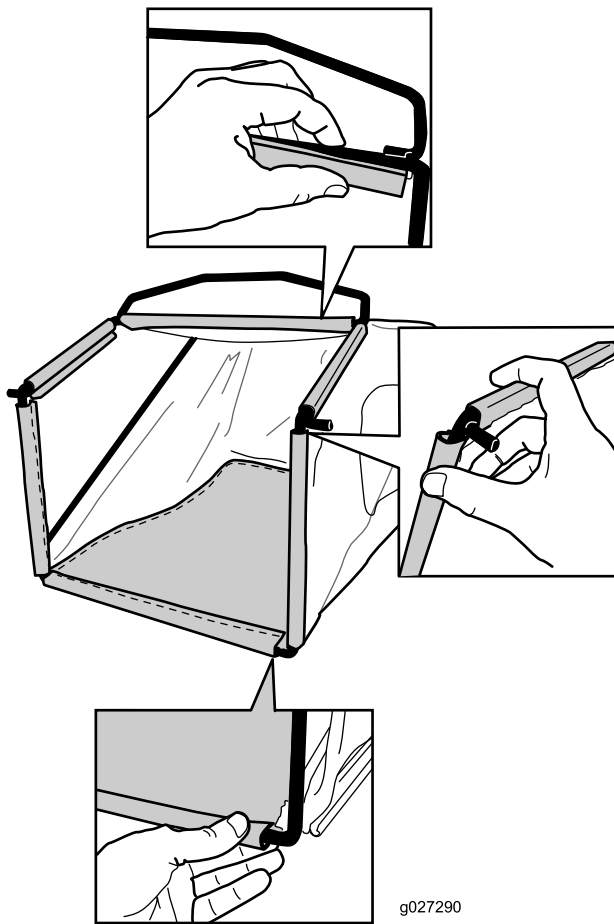

Figura 10
2. Prindeți canalul de la partea de jos a sacului pe partea inferioară a cadrului (Figura 10).
3. Prindei canalele de la partea de sus i pările laterale ale sacului pe partea superioară i, respectiv, pe pările laterale ale cadrului (Figura 10).